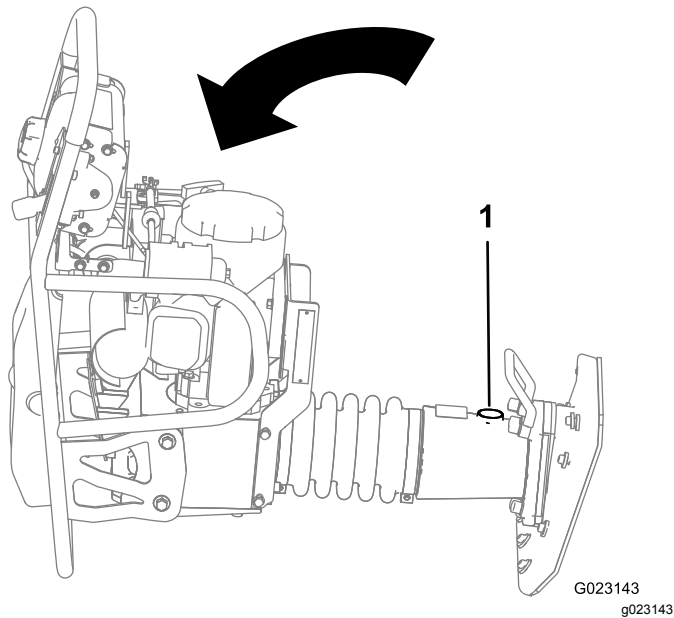

Figura 22
1. Inclíne la máquina de manera que la mirilla de aceite quede hacia arriba (Figura 22).